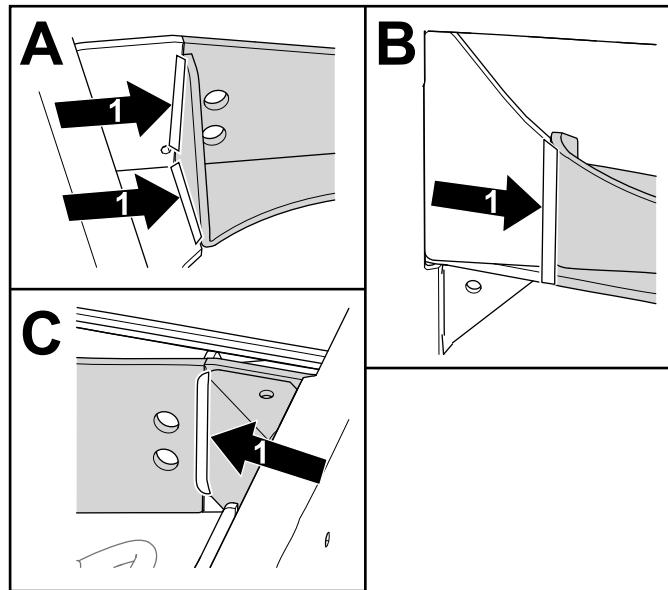

Figura 15
- Saldate il supporto dell'assale al telaio nelle aree mostrate nella Figura 15. Ripetete l'operazione sull'altro lato.